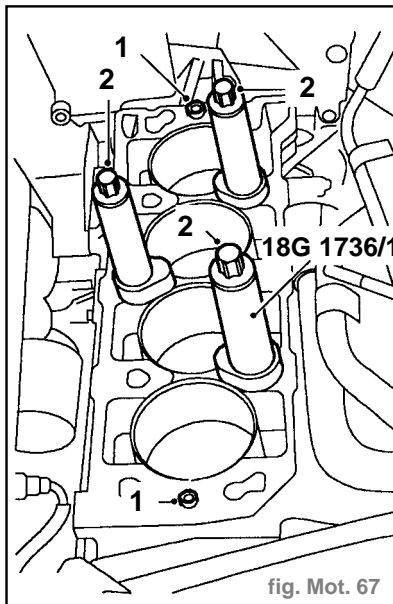

fig. Mot. 67
- Enlever les 2 goujons (1) de centrage du bloc-cylindres (fig. Mot. 67).
- Enlever les 2 goujons de centrage du bloc-cylindres (1) (fig. Mot. 67).
- Poser les brides de chemise **18G 1736/1** sur le bloc-cylindres et les maintenir à l'aide des boulons de culasse (2).